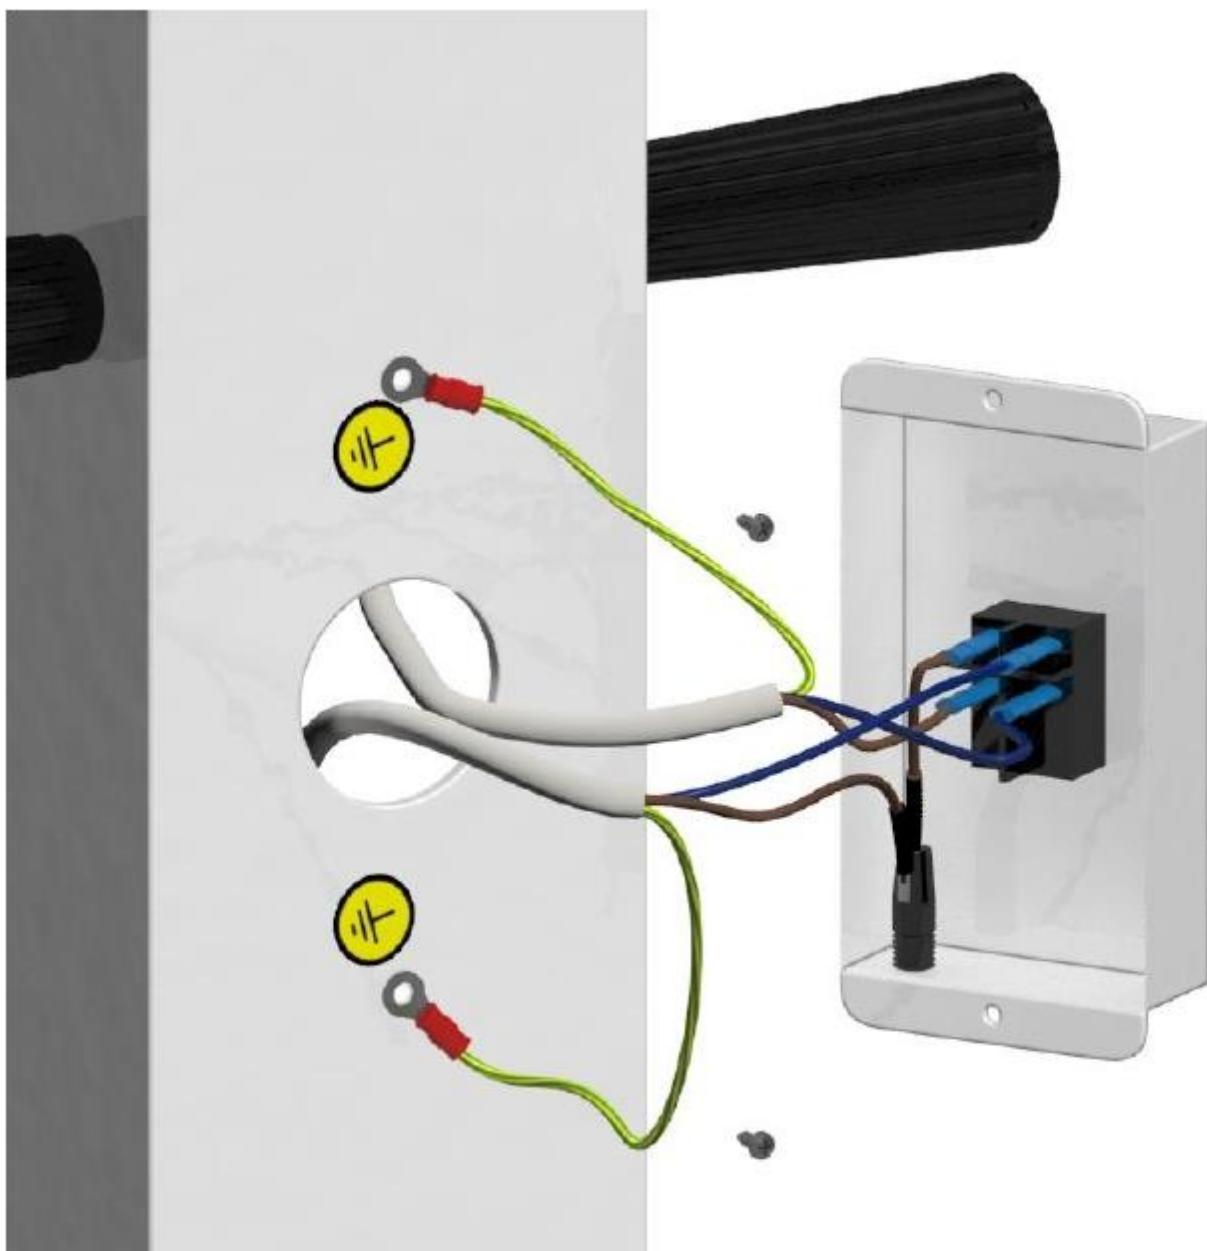

Рис. 18
✓ Соедините кабель, идущий от плеча складного шарнирного (D) к кнопке таймера (F), как показано на рис. 18